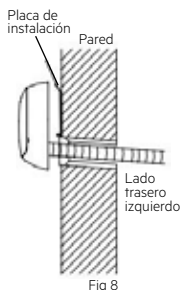

Fig 8
- Monte la unidad interior en los dos ganchos ubicados en la parte superior de la placa de instalación (consulte la Fig. 8).